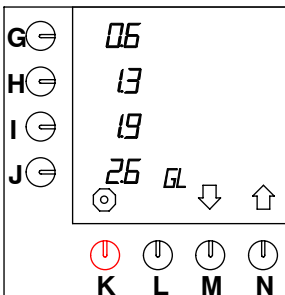

Fig. 30 Regolazione dei tasti di selezione preprogrammati per i galloni
- Premere il tasto di selezione (N.)↑ fino a che sullo schermo viene visualizzato quanto illustrato nella fig. 30 .